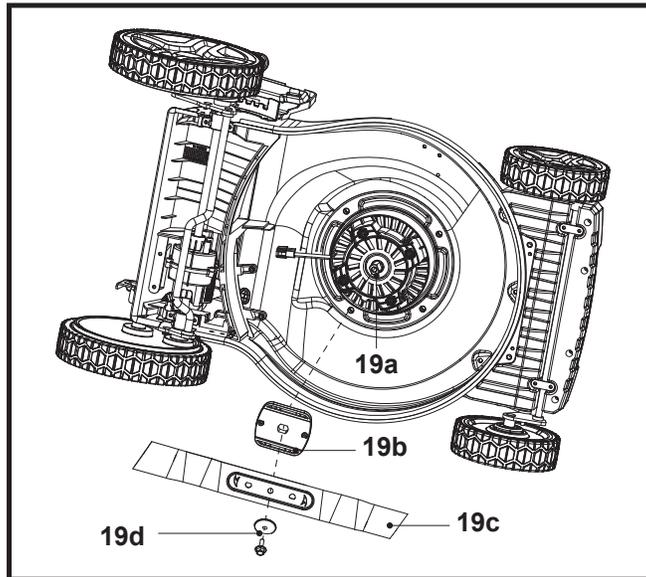

Fig. 23
- Maintenir le dessous du produit et la lame de coupe (19c) propres et exempts de débris. Retirer l'herbe coupée de la goulotte d'éjection arrière (23).
- Remplacer la lame de coupe (19c) par une neuve de même type. Vérifier d'abord l'état du support de lame (19b) sur la broche (19a), fixer la lame de coupe (19c) sur le support de lame (19b) en l'alignant sur les motifs en demi-cercle corrects, puis installer correctement le boulon tête hexagonale avec les rondelles (19d) pour stabiliser le raccordement. Serrer le boulon tête hexagonale (19d) dans le sens des aiguilles d'une montre à 25Nm min. / 35Nm max. pour assurer le bon fonctionnement du produit (Fig. 23).